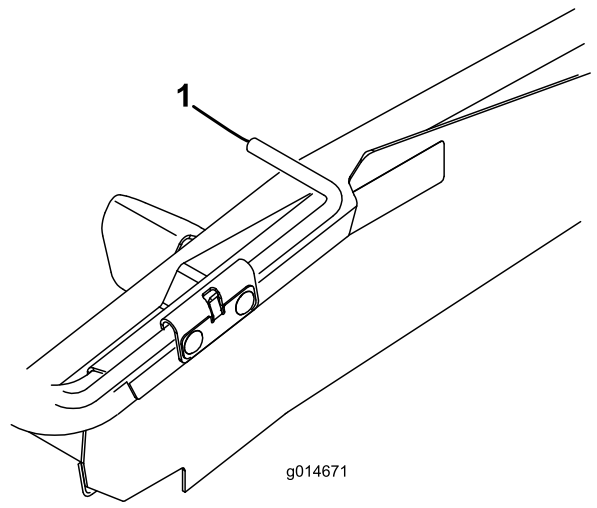
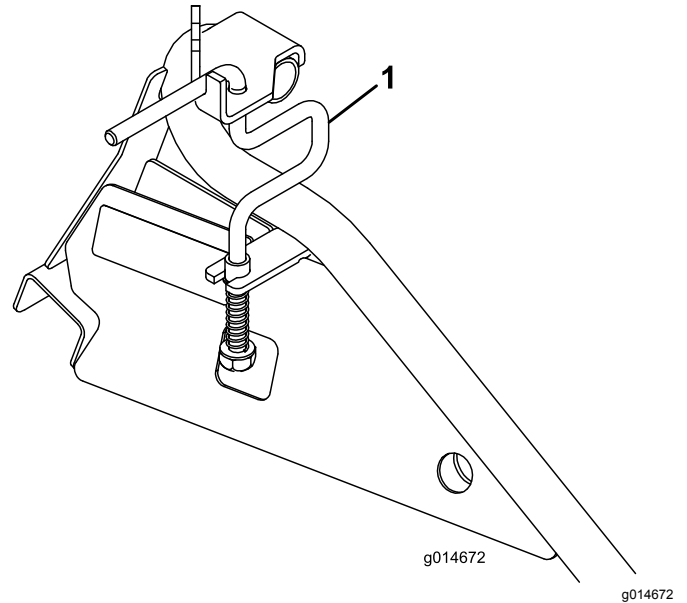

图13
图14
2. 在平板斜面上将车轮杆向上旋转图13至轨道斜面上将车轮杆平行开放转至斜面图14。
- 在平板斜面上、将车轮杆向下旋转至果岭机行车轮上(图13)。
- 在轨斜面上、提起车轮杆并向下旋转至果岭机行车轮后(图14)。